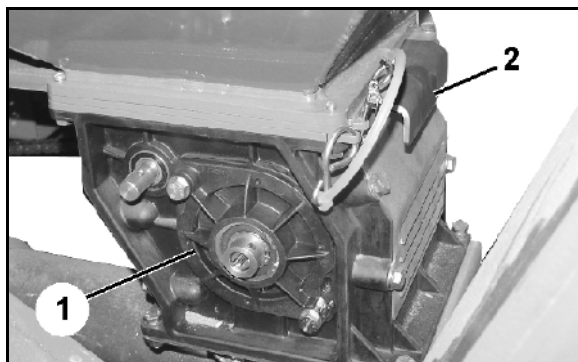

Рис. 110
6. Закройте крышку корпуса (Рис. 110/1).